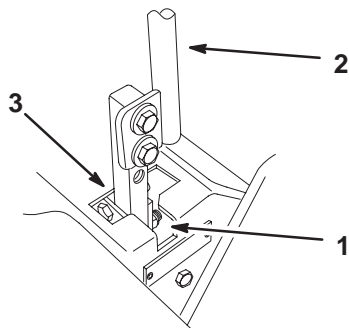

Figure 43
3. Placez le levier au point mort, **sans le verrouiller** (Fig. 43).
5. Vérifiez la position du levier par rapport au cran de la console (Fig. 43). Il doit être centré de façon à pouvoir pivoter vers l'extérieur jusqu'à la position de verrouillage du point mort.
7. Appliquez une légère pression à l'arrière du levier, tournez la tête du boulon de réglage dans le sens voulu pour centrer le levier à la position de verrouillage du point mort (Fig. 43).